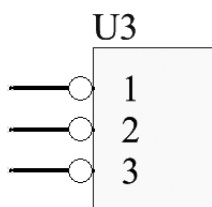

图 15-25 修改后的三端稳压 LM7805 元件
2) 编辑三端稳压器元件。编辑好的 LM7805 元件如图 15-25 所示。